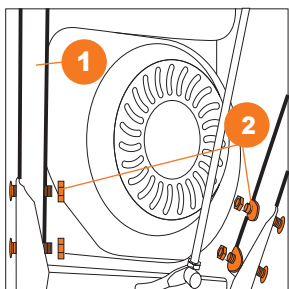

Рис. 10
**S 6060** присоедините и закрепите рукоятки панели оператора **1** к корпусу снегоуборочной машины с помощью крепежных элементов **2** (болт М8х40 – 4 шт., фигурная шайба – 4 шт., гайки М8-4шт.) (Рис. 10).